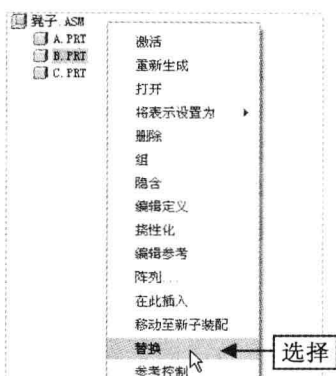

图 11-58 选择“替换”命令
Step 02 在模型树中选择 B.PRT 选项, 单击鼠标右键, 在弹出的快捷菜单中选择“替换”命令, 如图 11-58 所示。